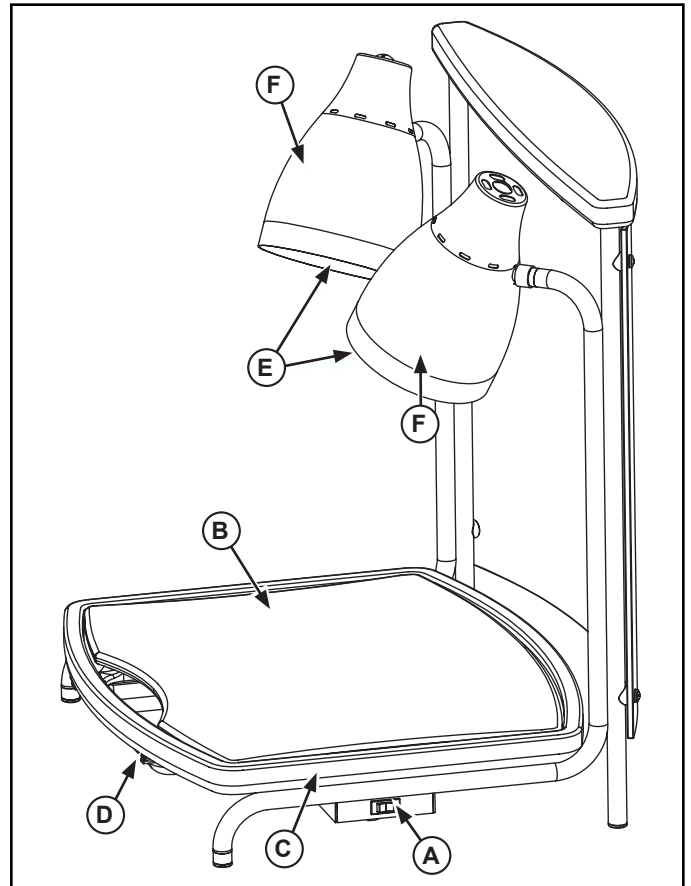

Figure 2. Caractéristiques et commandes.
1. Placez la station de découpage concave à la verticale, comme illustré à la figure 2.
2. Insérez la base de la planche à découper (C), la planche à découper (B) et la lèche-frite (D), comme illustré à la figure 2.
- Enlevez la planche à découper (B), sa base (C) et la lèchefrite (D) (Figure 2).
- Dans un bac ou un évier propre, faites tremper et lavez la planche à découper (B), sa base (C) et la lèchefrite dans une solution d'eau chaude propre et de solution désinfectante compatible avec les aliments correctement diluée.
- Enlevez les composants du bac ou de l'évier et laissez-les sécher à l'air. À la place, vous pouvez aussi laver la planche à découper (B), sa base (C) et la lèchefrite dans un lave-vaisselle commercial.
- Placez l'interrupteur de marche/arrêt (A) en position Arrêt (Figure 2).
- Enlevez la lampe chauffante (E) en la dévissant de l'abat-jour (F). Utilisez uniquement des lampes chauffantes incassables. Vollrath recommande :